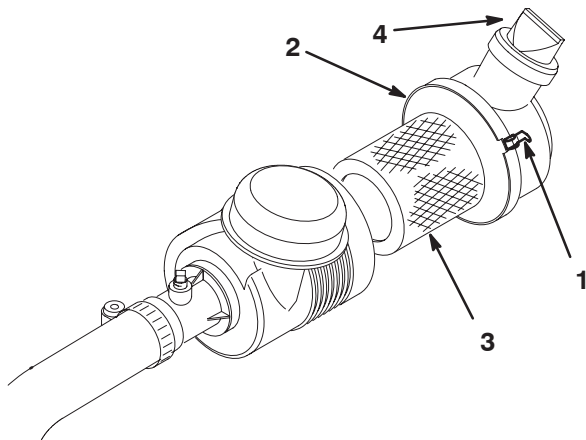

Figure 44
1. Desserrez les verrous qui fixent le couvercle sur le corps du filtre à air (Fig. 44).
6. Remettez le couvercle en place et verrouillez-le (Fig. 44).